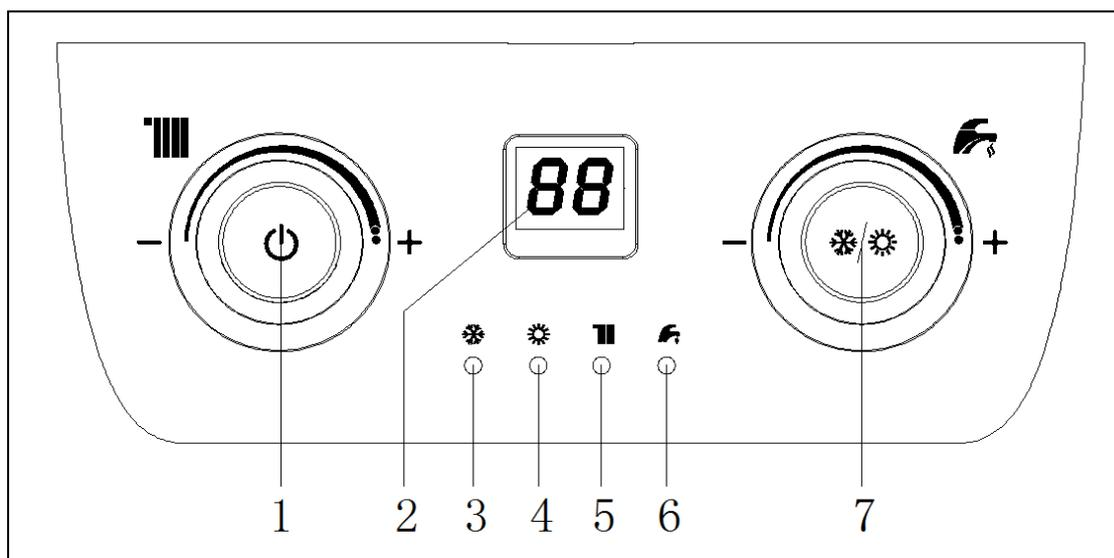

Рис. 4
3.9.1 Вид панели управления модели с цифровым дисплеем (рис. 4, табл. 3)